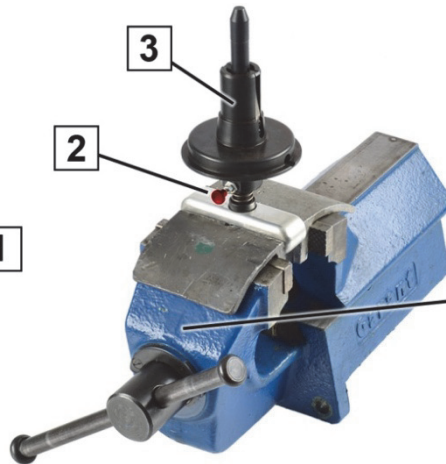

Fig. 2: Seguro para el transporte
2. Sujete el útil especial (3) en el tornillo de banco (5) (fig. 2).